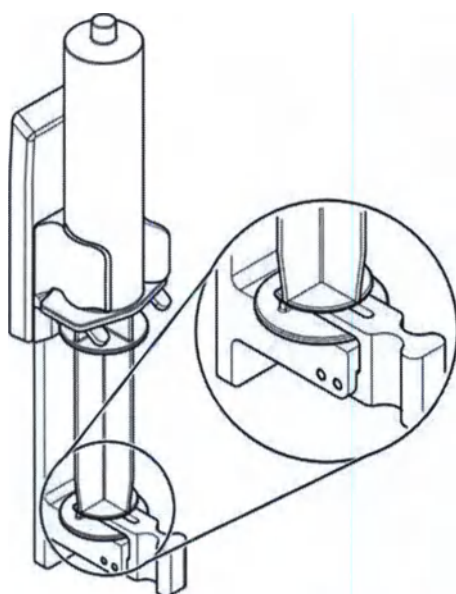

Рис. 4-1. Установка шприца B.Braun Perfusor
- 4) вставьте шприц в держатель; при установке шприца B.Braun Perfusor нажмите на фиксатор зажима поршня в сторону поршня шприца, как показано на рис. Рис. 4-1 "Установка шприца B.Braun Perfusor" на стр. 110.